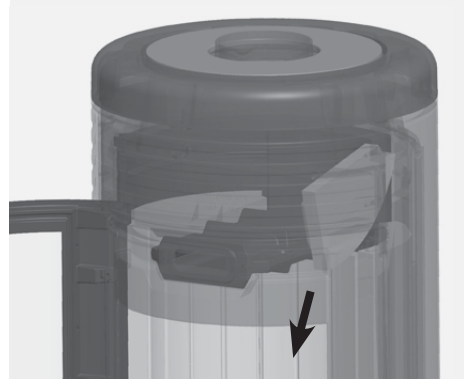

Abb. 4.34 Umlenksteine herausnehmen
- nehmen Sie die Umlenksteine nach unten über den Brennraum aus dem Gerät (siehe Abb. 4.34).